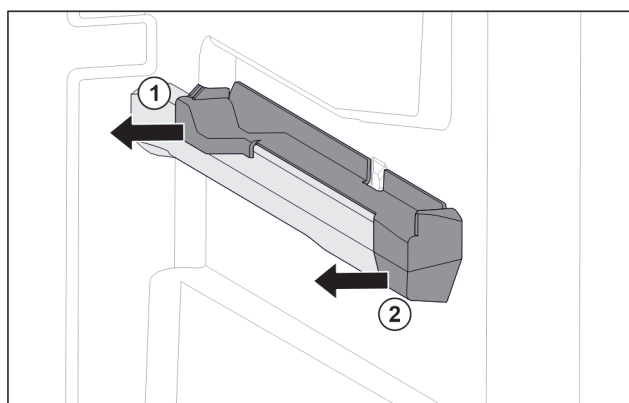

Fig. 79 Påsætningsdel på den højre beholderrist
- Træk den bageste del af påsætningsdelen af og til siden. *Fig. 79 (1)*
- Træk den forreste del af påsætningsdelen af og til siden. *Fig. 79 (2)*